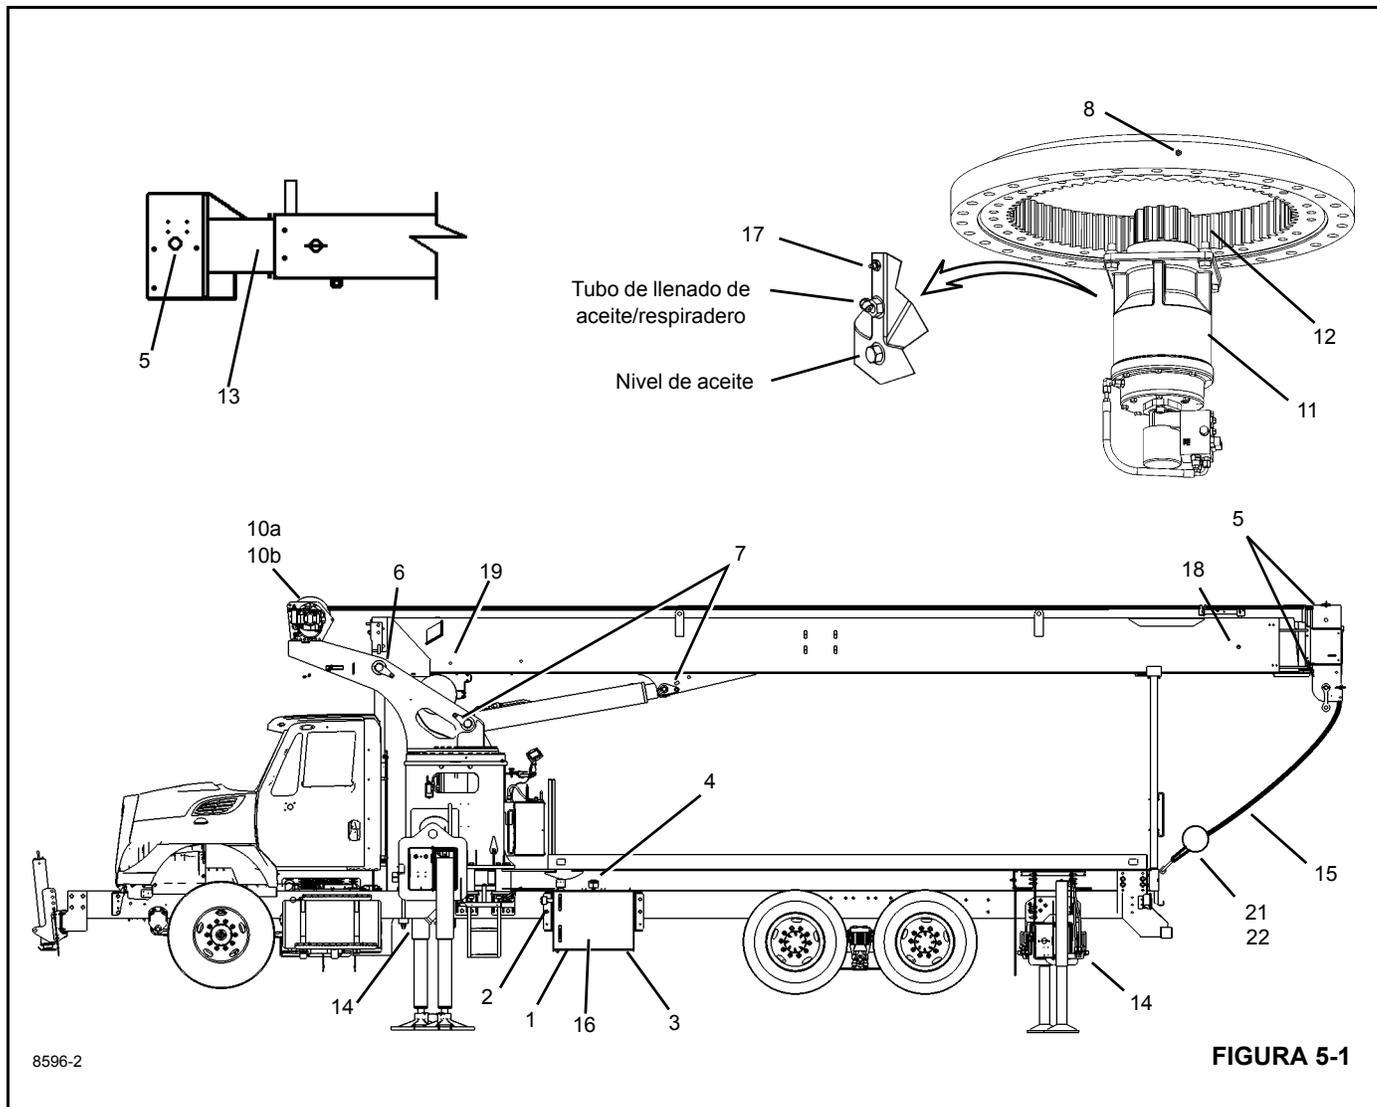

FIGURA 5-1
Las secciones siguientes describen los puntos de lubricación, así como el tipo de lubricante, el intervalo de lubricación, la cantidad de lubricante y la aplicación de cada uno de estos. Cada punto de lubricación está numerado y este número corresponde al número del índice mostrado en la tabla de lubricación (Figura 5-1). La descripción de los lubricantes y de los símbolos se halla en las tablas siguientes.
**NOTA:** A continuación se describen los puntos de lubricación, así como el tipo de lubricante, el intervalo de lubricación, la cantidad de lubricante y la aplicación de cada uno de estos. Cada punto de lubricación está numerado y este número corresponde al número del índice mostrado en la tabla de lubricación (Figura 5-1). La descripción de los lubricantes y de los símbolos se halla en las tablas siguientes.
2. Lubrique el pasador de las poleas de cable de extensión (18, Figura 5-1) hasta que salga una cantidad pequeña de grasa del pasador. Desde la parte delantera de la pluma, mire a través de la caja de la polea al pasador para determinar la cantidad de grasa.